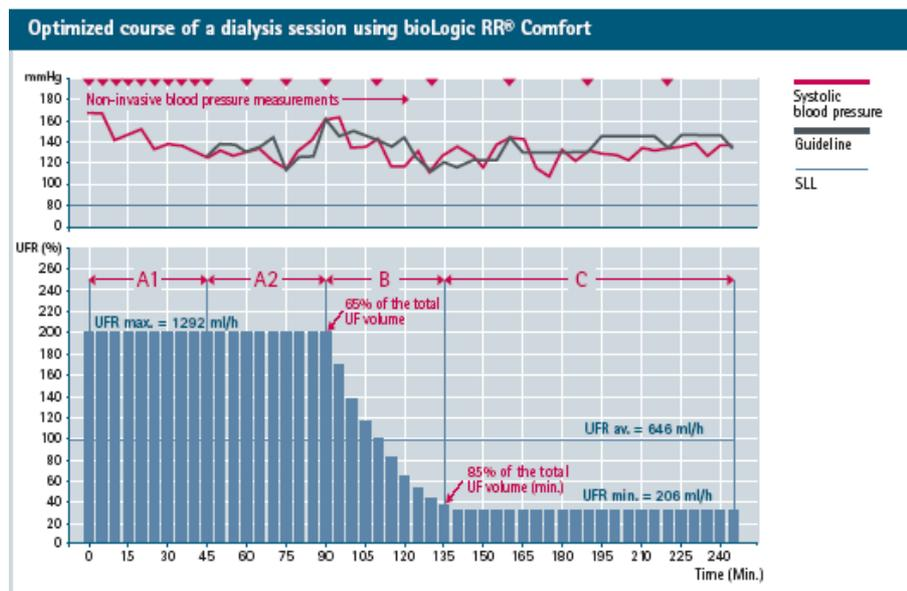

Fig. 11-10 Intervalos de medición
Normalmente, la diálisis se realiza a un flujo de ultrafiltración (UF) máximo hasta que se alcanza un volumen de UF del 65 %. Posteriormente, el flujo de UF se reduce lentamente hasta alcanzar el 85 % del volumen de UF total y permanece constante en un flujo de UF bajo hasta el fin del tratamiento (Fig. 11-10).